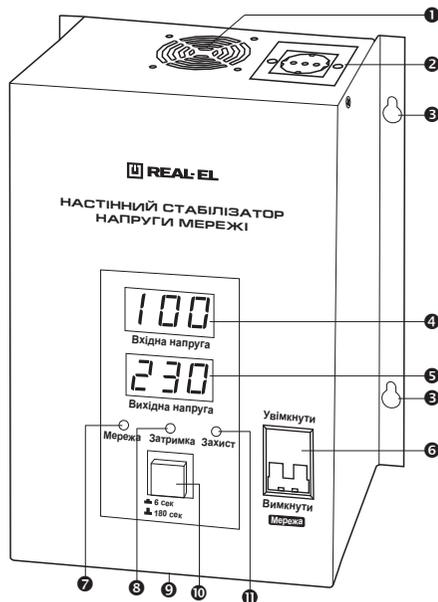

Рис. 1. Передняя панель WM-5
**4. ОПИСАНИЕ** (см. рис. 1 – 7)
- ❶ Вентилятор
- ❷ Выходная розетка на 16 А (макс.)
- ❸ Отверстия Ø 6 мм для настенного крепления
- ❹ Цифровой индикатор входного напряжения: по умолчанию отображается уровень входного напряжения; «Н» – отображается при отключении из-за повышенного напряжения; «L» – отображается при отключении из-за пониженного напряжения; «t» – отображается при срабатывании защиты от перегрева
- ❺ Цифровой индикатор выходного напряжения: показывает уровень входного напряжения; во время паузы работает как таймер обратного отсчета времени до включения стабилизатора
- ❻ Автоматический выключатель стабилизатора
- ❼ Мережа: индикатор активен, если имеется напряжение на входе
- ❽ Затримка: индикатор активен во время отработки стабилизатором задержки 6 или 180 с
- ❾ Клеммная коробка
- ❿ Кнопка выбора времени задержки включения (6 или 180 с)